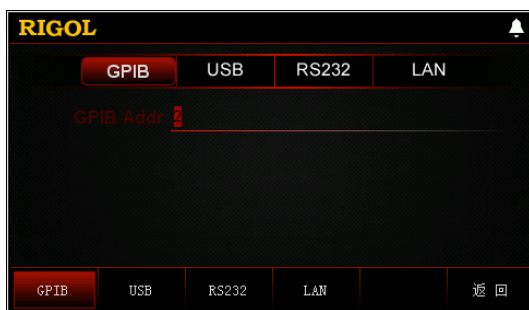

图 2-53 “GPIB”选项界面
按 **Utility** 键进入系统辅助功能界面，然后按 **通讯接口** 键进入“通讯接口”选项卡，默认选择“GPIB”选项，如图 2-53 所示。
- (1) 按 **通讯接口** 键进入“通讯接口”选项卡，默认选择“GPIB”选项（见图 2-53 “GPIB”选项界面，GPIB 地址高亮显示）；
- (2) 使用数字键设置所需的 GPIB 地址；
- (3) 按 **OK** 键确认输入。